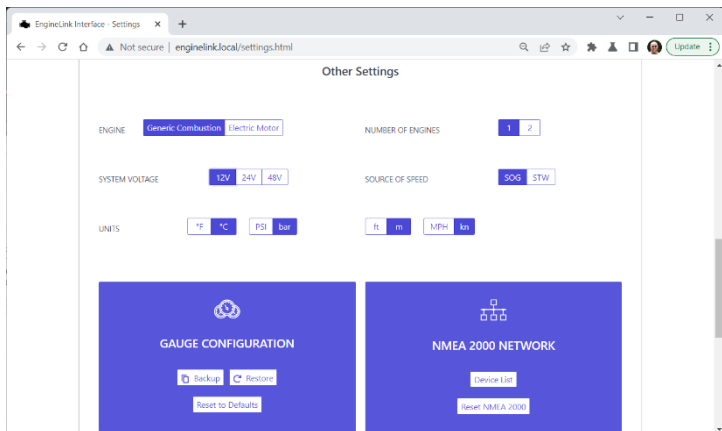

Figure 14
- Réglages du moteur et des unités (Fig 14)
Par défaut, EngineLink est configuré pour un moteur à combustion thermique, sur un système 12v DC, utilisant le GPS SOG pour la vitesse est réglé pour afficher les unités métriques européennes. Tous ces paramètres peuvent être facilement modifiés dans la section autres paramètres, comme le montre la figure 14.